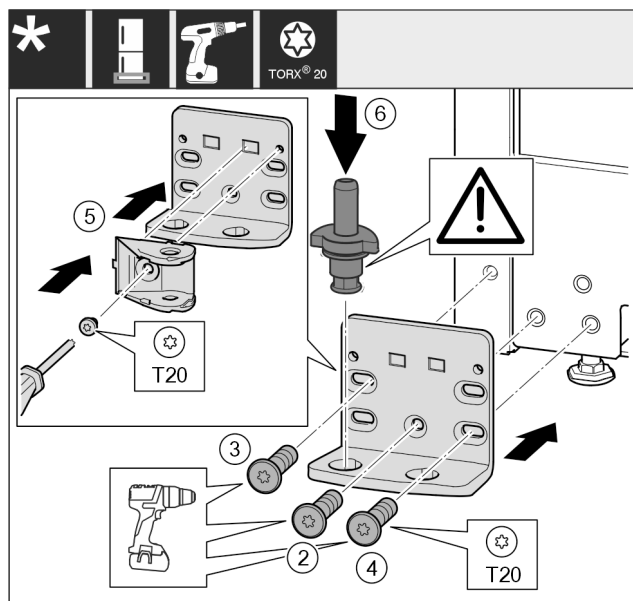

Fig. 19
- Applicare il blocco di supporto sull'altro lato e avvitare con un cacciavite T20. Iniziare dalla vite 2 in basso al centro. Fig. 19 (2)
- Serrare la vite 3 e 4. Fig. 19 (3,4)